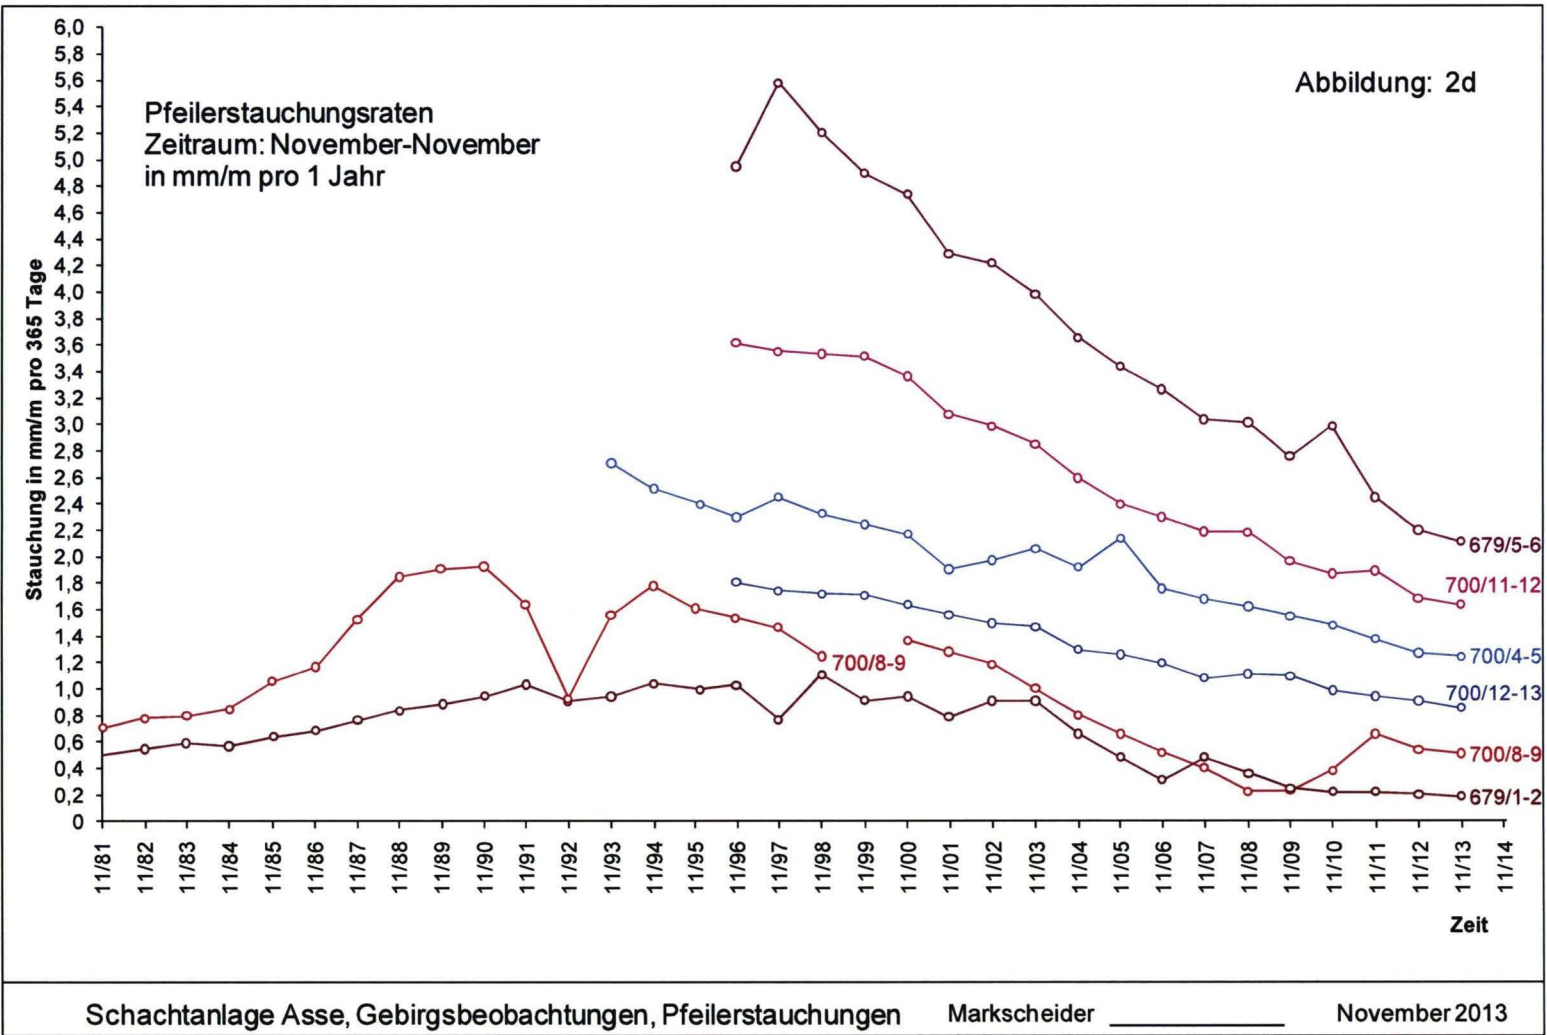

Abbildung 2d: Pfeilerstauchungsraten 679- und 700-m-Sohle [mm/(m*a)]
- Abbildung 2d: Pfeilerstauchungsraten 679- und 700-m-Sohle [mm/(m*a)]